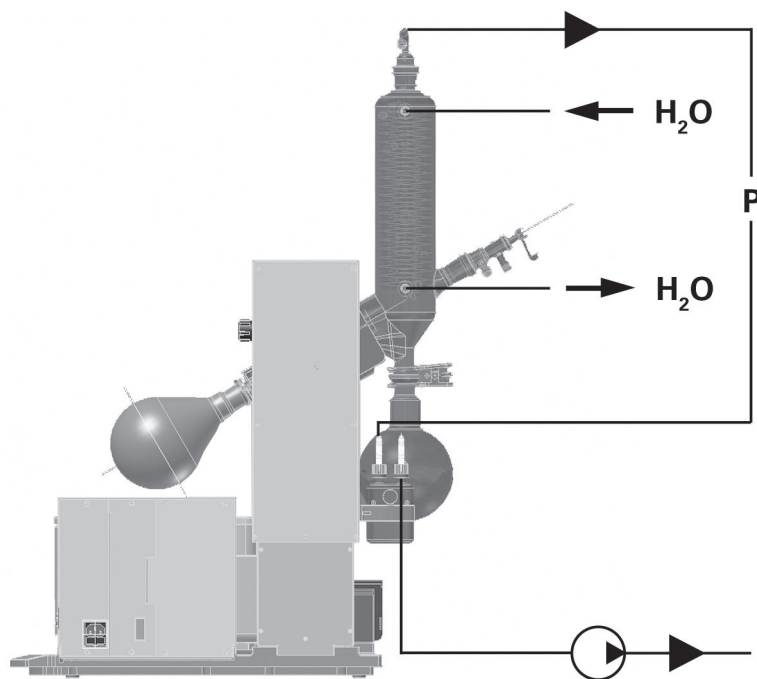

Fig. 14
- ☞ Raccordez les flexibles d'eau au condenseur selon le principe du courant contraire (fig. 14).